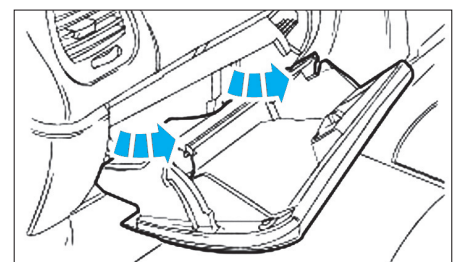

Fig. 62
- Déposer la boîte à gants (Fig.62).